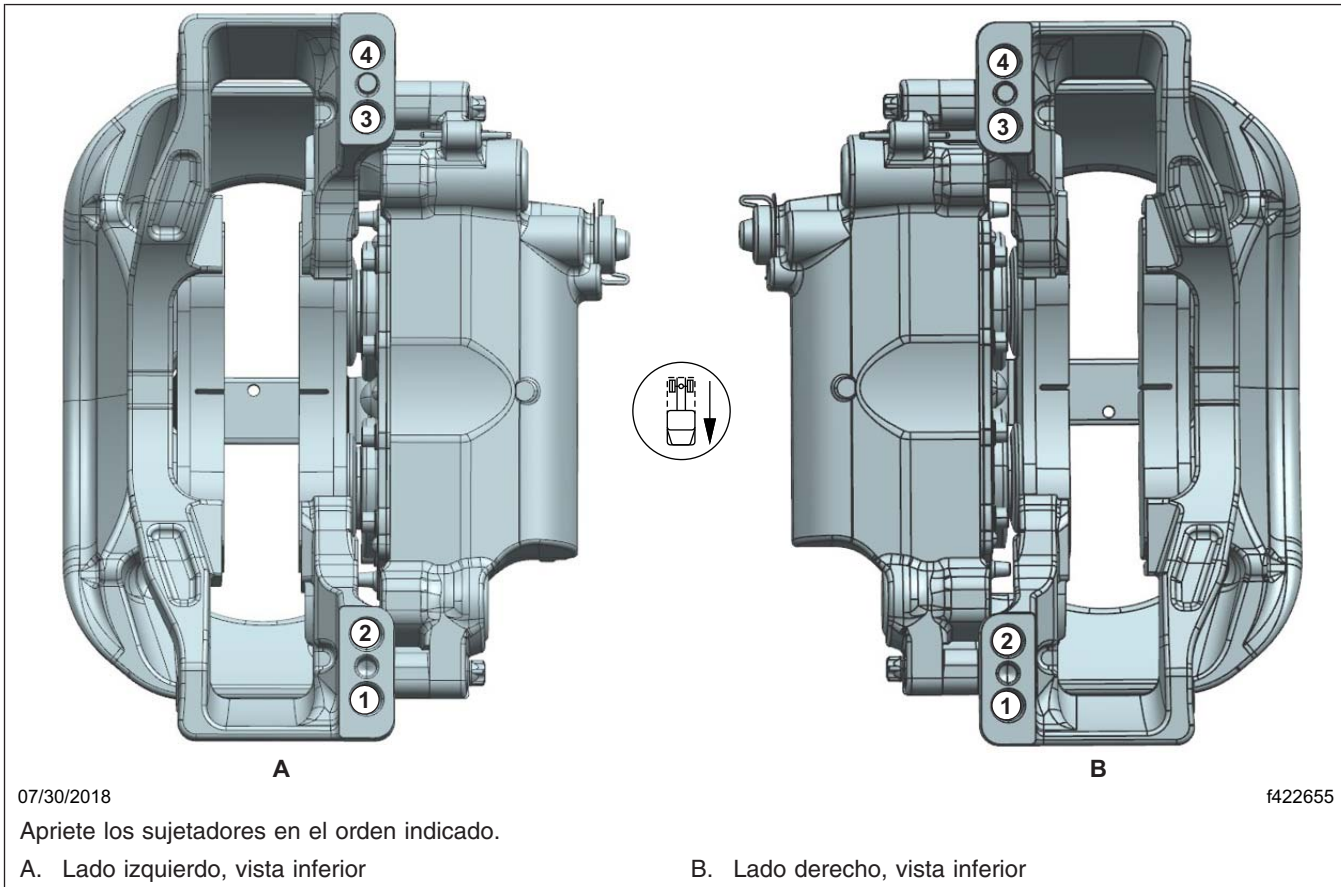

Figura 8, Patrón de apriete de las mordazas de montaje radial Meritor
4. Ajuste una llave dinamométrica a 350 lbf (475 N·m) y apriete los pernos de montaje de la mordaza siguiendo el patrón de apriete mostrado en la **Figura 8**. Si no giran, no es necesario ningún